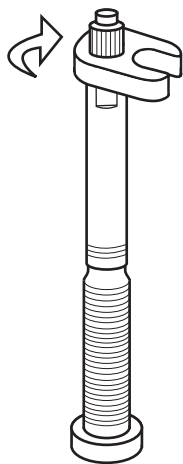

図 50. キーを時計回りに締め付けてバルブコアを取り付ける。
7. キーをバルブコアに乗せ、平らな部分同士を合わせて時計回りに締め付けます。注意: ピタッとハマるはずですが、締め過ぎるとエクステンダーが破損するため、注意してください(図 50)。